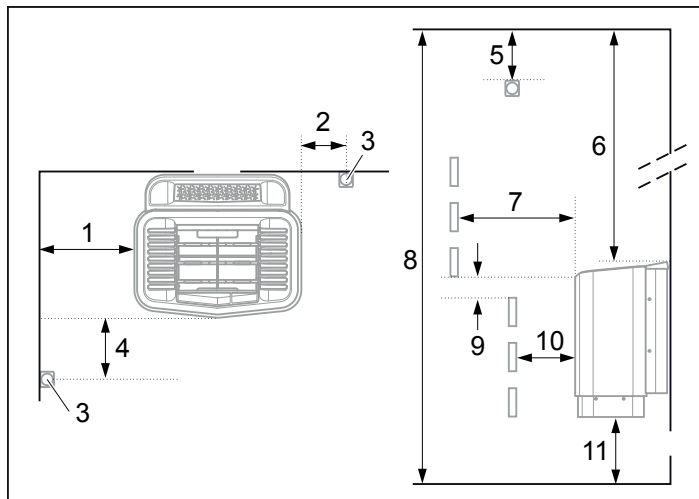
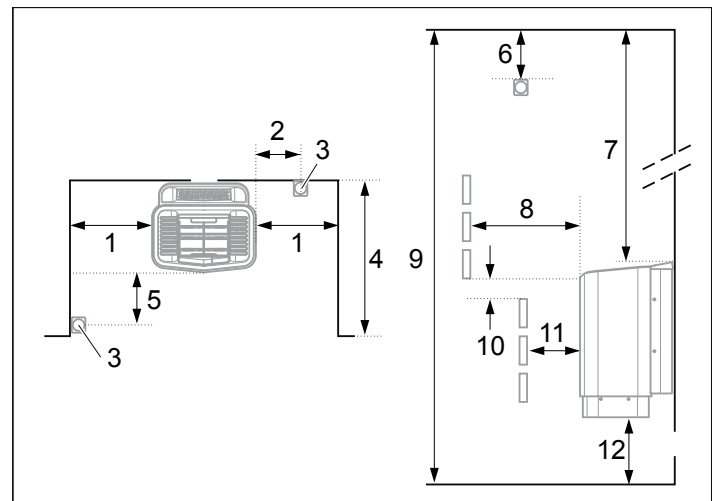

Рисунок 3: Позиционирование нагревателя - нормальная установка
Рисунок 5: Позиционирование нагревателя - установка в нише
- Спланируйте размещение датчика (см. Рисунок 3 и Рисунок 5).
- у той же стены, что и дверь (или у боковой стены, но как можно ближе к стене, в которой расположена дверь). Также возможно размещение нагревателя в нише (см. Рисунок 5).
- Установите устройство на безопасном расстоянии от пола, боковых стен и элементов интерьера (см. Рисунок 3).
Установите датчик, как показано на рисунке (см. Рисунок 3).
1. Установите устройство на безопасном расстоянии от пола, боковых стен и элементов интерьера (см. Рисунок 5).
2. Установите датчик, как показано на рисунке (см. Рисунок 5).